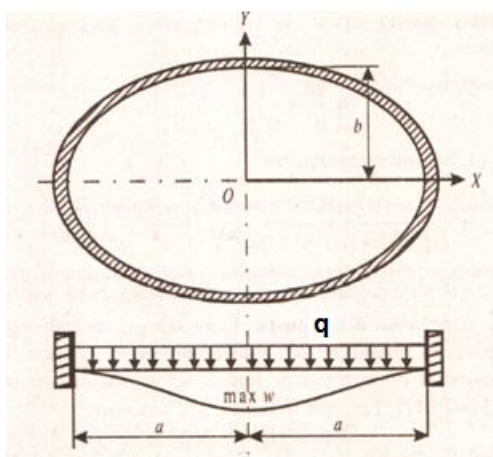
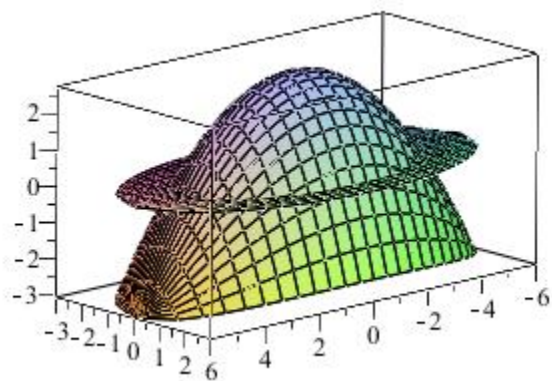

Рис. 9.1
Рис.9.2
9. На рис. 9.1 показана пластина с эллиптическим жестко закрепленным контуром, а на рис. 9.2 показана